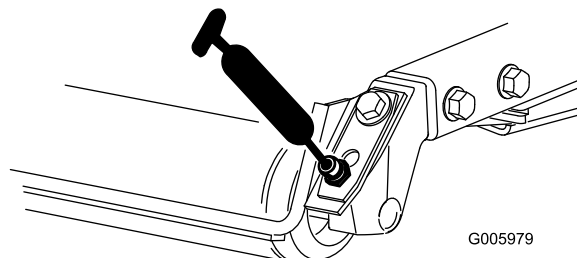

図 24
- 後ローラのベアリング 各カッティングユニットに2ヶ所 図 24